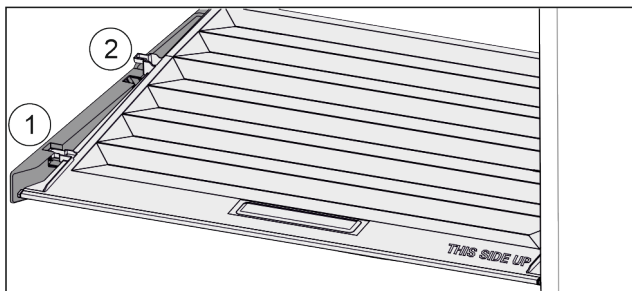

Fig. 67
- ▶ Pokrywę pociągnąć do przodu Fig. 67 [1], aż otworzy się w elementach trzymających.
- ▶ Podnieść tył od dołu i w wyjąć Fig. 67 [2] go do góry.